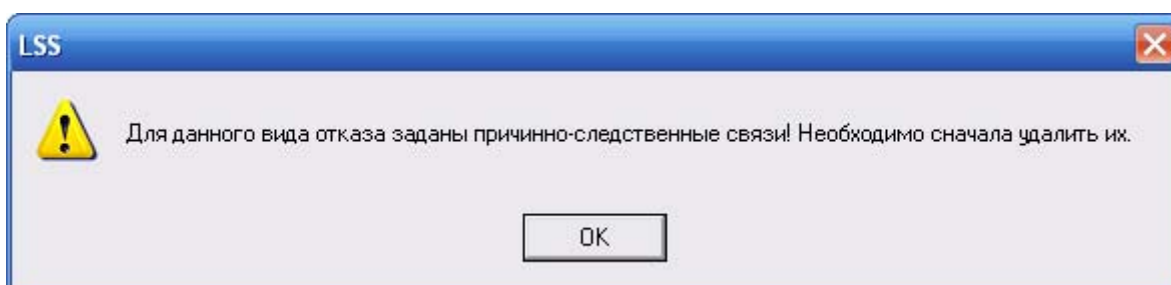

Рис. 5-31
5. Если вид отказа является причиной или последствием другого вида отказа, появится предупреждение, представленное на рис. 5-31. В этом случае удалить вид отказа нельзя, сначала нужно удалить все причинно-следственные связи этого вида отказа.